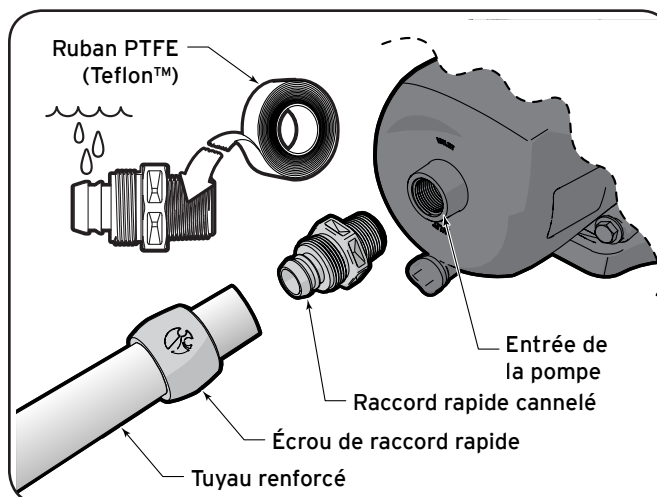

Figure 9. Installation du raccord rapide
- Appliquez 4 à 6 enroulements de ruban PTFE (Teflon™) sur les filetages coniques des quatre raccords cannelés. Assurez-vous d'enrouler le ruban dans la direction opposée au sens de rotation des filetages mâles, afin d'obtenir un joint étanche. Voir Figure 9.
- Glissez l'écrou de raccord rapide sur le tuyau renforcé. Voir Figure 9.
- Utilisez de l'eau pour lubrifier les cannelures. Voir Figure 9.
- Installez un deuxième raccord rapide cannelé à l'entrée d'aspiration de la pompe. Voir Figure 9.